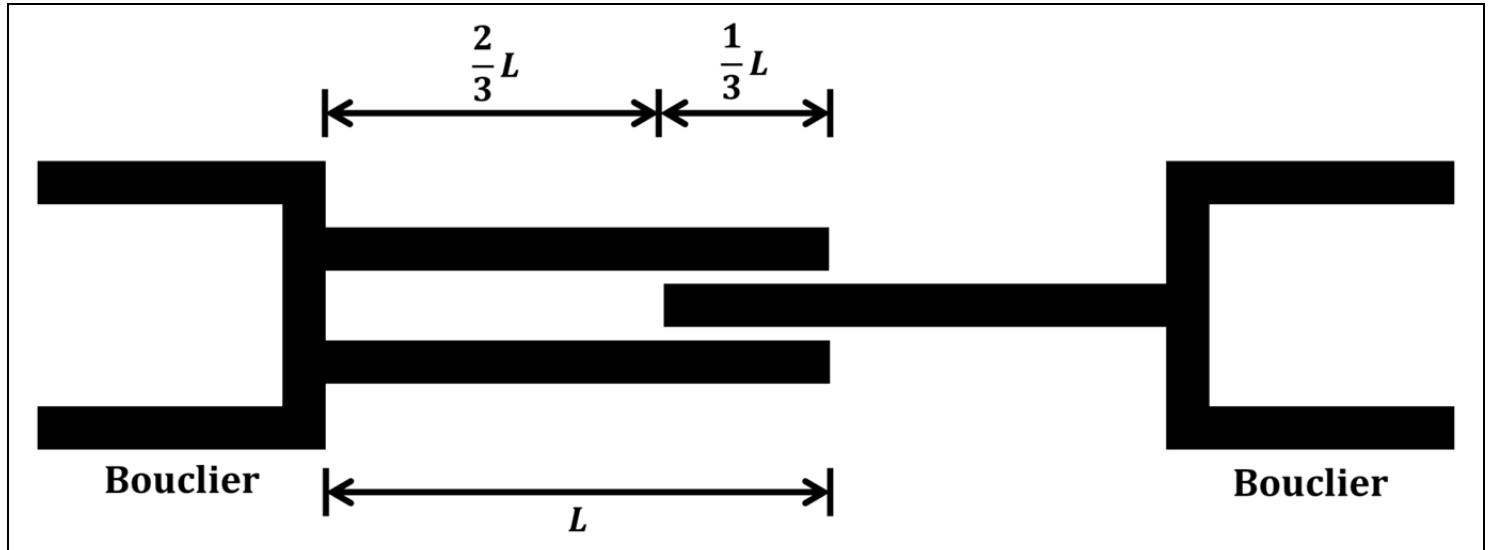

Figure 5. Recouvrement Minimum du Cylindre
- Pour utiliser l'axe de transmission, il est important de vérifier la longueur de recouvrement des deux cylindres. La longueur recommandée de recouvrement est deux tiers du cylindre. La longueur minimale de recouvrement autorisée pour que le fonctionnement s'effectue en toute sécurité est un tiers du cylindre. Pour en savoir plus, veuillez vous reporter à *la Figure 4 et la Figure 5*, ci-dessous.